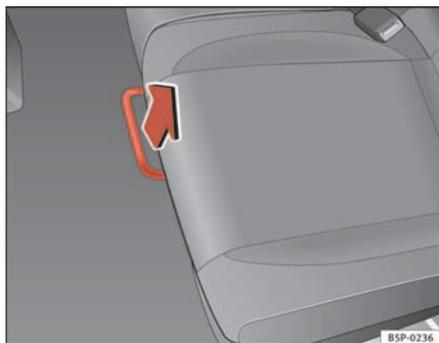

Fig. 97 Leva di sblocco del sedile posteriore
- Nella posizione a sedere, sbloccare la leva nel senso della freccia ⇒ fig. 97.